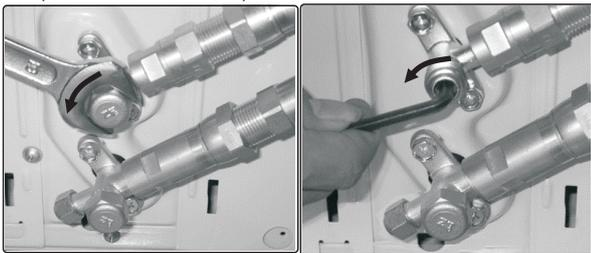

Abb. 6.5
5. Nehmen Sie einen Gabelschlüssel (19 mm) oder einen Rollgabelschlüssel zur Hand und entfernen Sie die Kappe des oberen Ventils. Öffnen Sie dann das Ventil, indem Sie es mit einem Innensechskantschlüssel (5 mm) bis zum Anschlag gegen den Uhrzeigersinn drehen. Das Ventil ist nun vollständig geöffnet. Wird das Ventil nicht vollständig geöffnet, kann dies Betriebsstörungen und Schäden am Gerät nach sich ziehen. Schrauben Sie anschließend die Kappe des oberen Ventils wieder auf und ziehen Sie sie ordentlich fest, um die Dichtheit zu gewährleisten (siehe Abb. 6.5).